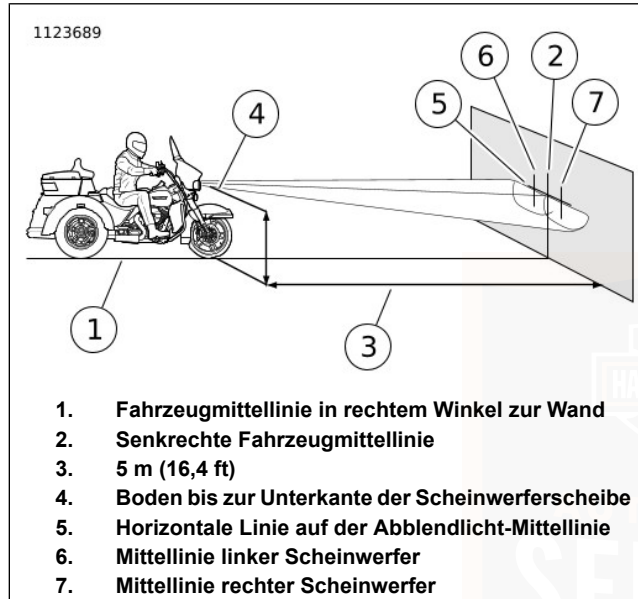

Abbildung 152. Scheinwerferausrichtung: Doppel-LED
Siehe Abbildung 152. Das Motorrad auf einer Linie (1) im rechten Winkel zur Wand parken.